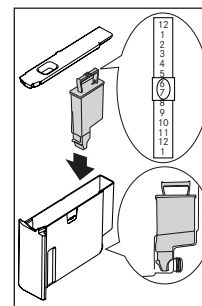

Fig. 37
- ▶ Glisați indicatorul pentru dată (consultați Fig. 37) până când sunt afișate lunile de utilizare (filtrul rezistă aproximativ 2 luni).
- ▶ Introduceți filtrul în rezervorul de apă și apăsați-l până când atinge partea inferioară a rezervorului (consultați Fig. 37).